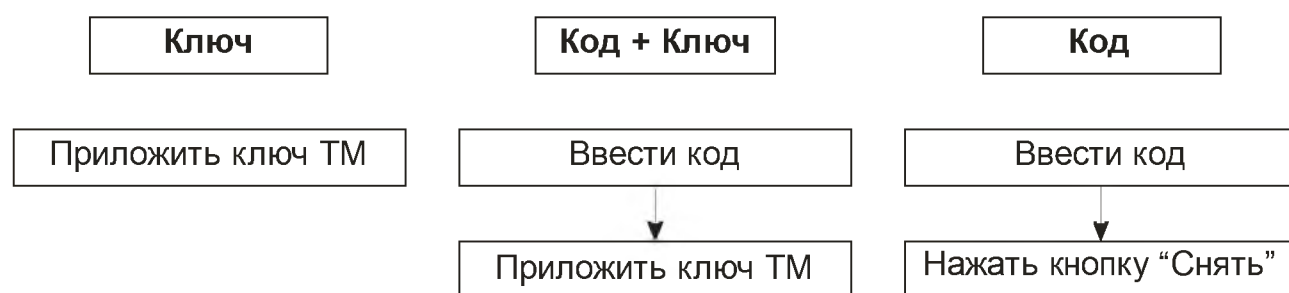

Рисунок 19. Снятие без выбора шлейфов
- до истечения промежутка времени согласованного с ПЦН (от 1 секунды до нескольких минут) ввести код идентификации (см. рисунок 19, 20), способом, согласованным с ПЦН;